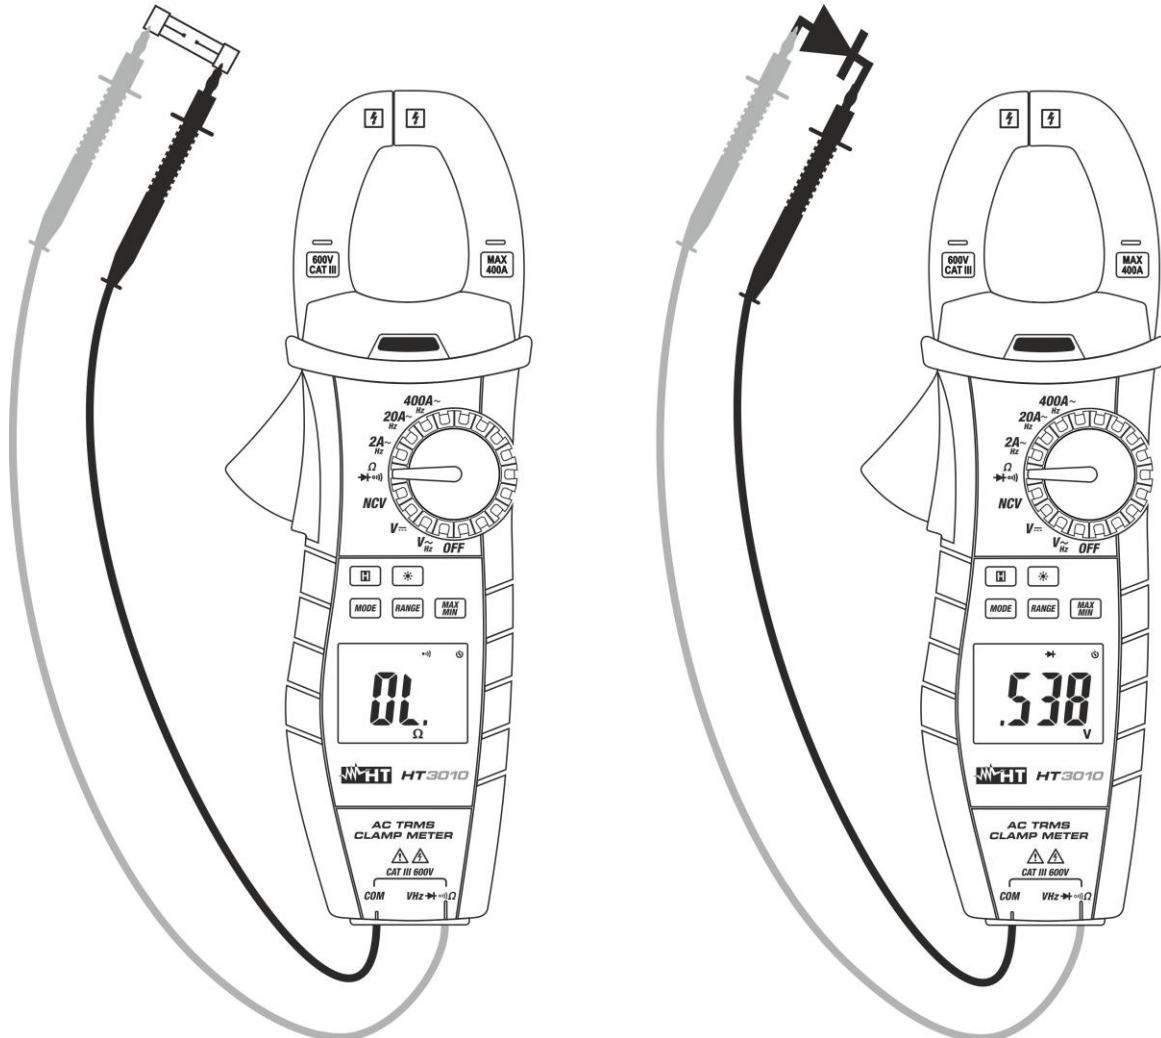

Fig. 7 : Utilisation de l'instrument pour test de Continuité et Test des Diodes
3. Insérer le câble rouge dans l'entrée du jack **VΩHz▶|)** et le câble noir dans l'entrée du jack **COM** et exécuter le test de continuité sur l'objet sous test (voir la Fig. 7 - partie gauche). L'alarme émet un signal sonore si la valeur de résistance mesurée est inférieure à 30Ω environ.
5. Connecter l'embout rouge à l'anode de la diode et l'embout noir à la cathode en cas de mesure de polarisation directe (voir la Fig. 7 – partie droite). Inverser la position des embouts en cas de mesure de polarisation inverse.